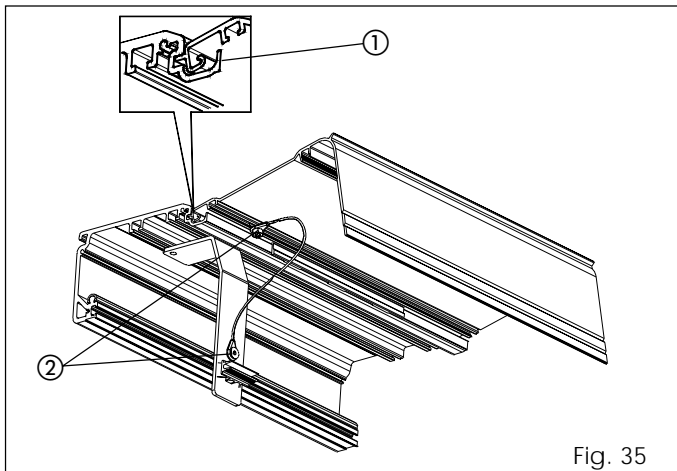

Fig. 35
- Om de kap open te houden, tilt u hem op en duwt u hem naar het profiel toe totdat het uitstekende metalen gedeelte in de behuizing in het profiel (fig. 35 ref. ①) komt.
- Bevestig de parachutekabels aan de kap en aan de bevestigingsbeugels van de kap zoals aangegeven op fig. 35 ref. ②.